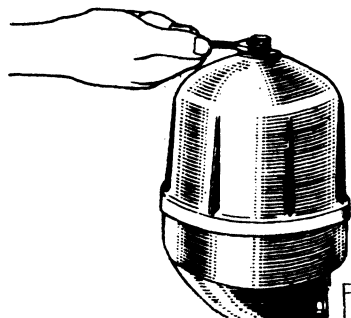

Рис. 45. Отвертывание гайки колпака
1. Отверните гайку крепления колпака фильтра (рис. 45) и снимите колпак.